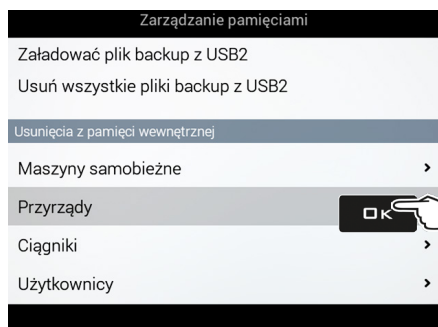

Fig. 295
- Wybrać pozycję **Przyrządy** (Fig. 295) i nacisnąć **OK**.